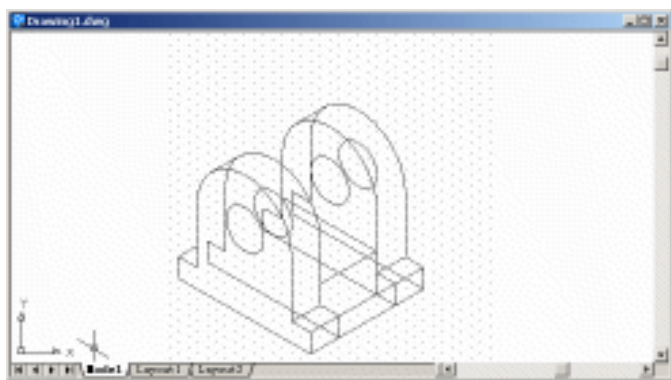

图 5.8 添加必要的线段
(6) 用 LINE 命令添加必要的线段, 如图 5.8 所示。